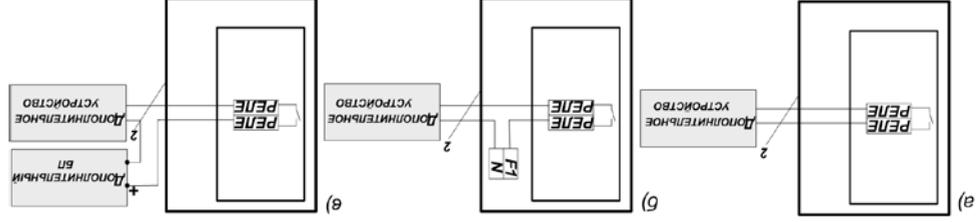

Рис. 1
Электрический монтаж рекомендуется выполнять согласно Рис.1 Приложения Б в приведенной ниже последовательности:
2.2.5 Подключить дополнительное устройство (пульт централизованного наблюдения (ПЦН), сигнальное табло, световая звуковой оповещатель и т.п.) соответственно к клеммам «PE-ЛБ». Варианты подключения дополнительных устройств к релеиному выходу пульты «Сигнал-6» приведены на Рис. 1